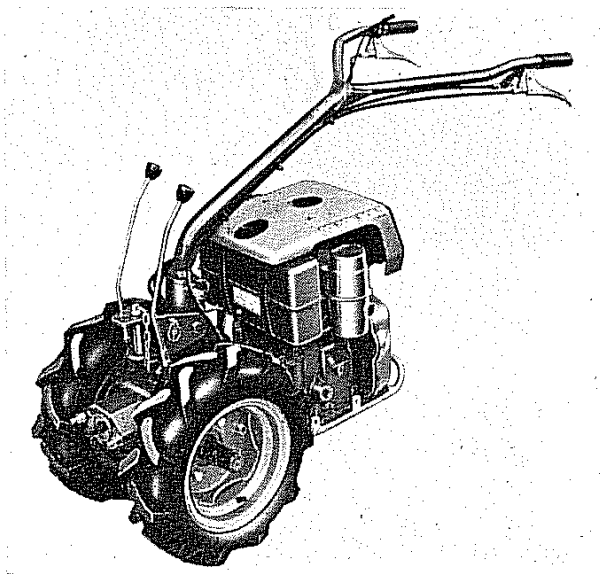

Fig. 8
Questo rende possibile l'applicazione di attrezzi che, come ad esempio la barra falciante, richiedono l'uso del motocoltivatore in senso inverso (vedi fig. 8).
**N.B.** - Nella necessità di dover girare le stegole di 180° (come in fig. 8), ruotarle in senso orario per evitare danni ai cavi che scendono lungo il piantone.